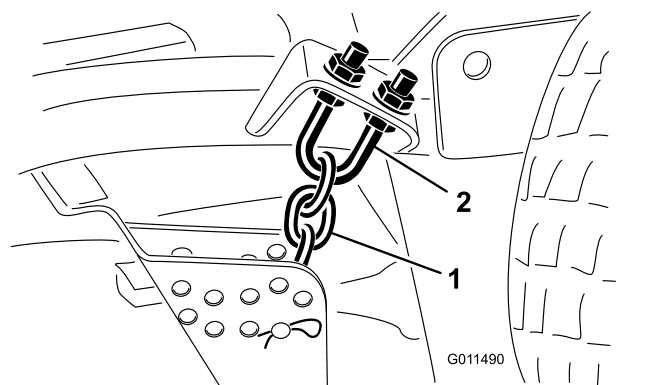

Figure 106
1. Desserrez les écrous de blocage en haut ou en bas de l'étrier fileté de la chaîne de hauteur de coupe (Figure 106).